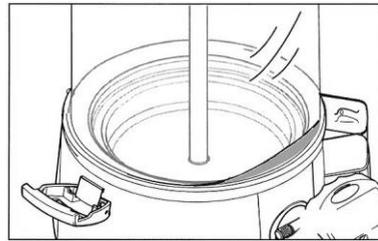

Fig. 35
6. La figure 35 présente un récipient monté de façon incorrecte, dans ce cas, le récipient NE repose PAS uniformément sur tout le bord du socle.